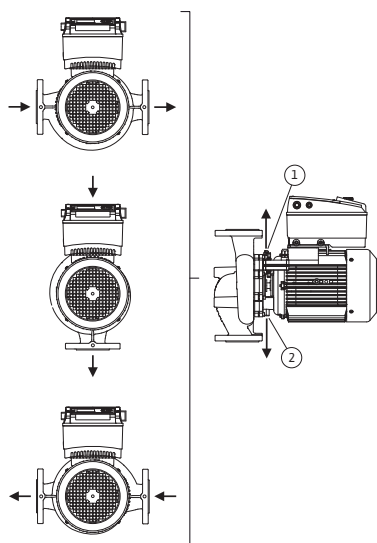

Fig. 18: Posições de instalação autorizadas com o veio do motor na horizontal
As posições de instalação autorizadas com o veio do motor na horizontal e o módulo electrónico virado para cima (0°) estão representadas na fig. 18. Não estão representadas as posições de instalação autorizadas com módulo electrónico montado lateralmente ($\pm 90^\circ$). São autorizadas todas as posições de instalação excepto "Módulo electrónico virado para baixo" (-180°). A ventilação da bomba só pode ser garantida se a válvula de ventilação estiver virada para cima (fig. 18, pos. 1).
Apenas esta posição (0°) permite que o condensado acumulado seja escoado por um orifício existente, lanterna da bomba ou motor (fig. 18, pos. 2).
- No caso do eixo de motor horizontal, o furo para água de condensação deve estar virado para baixo (fig. 18, pos.2). Se necessário, rodar o motor.